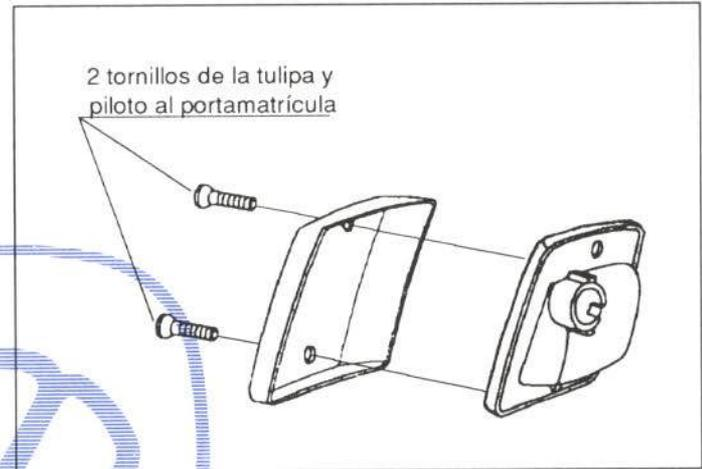

Figura 22.- Fijación del piloto trasero
- Tulipa y piloto trasero (figura 22).